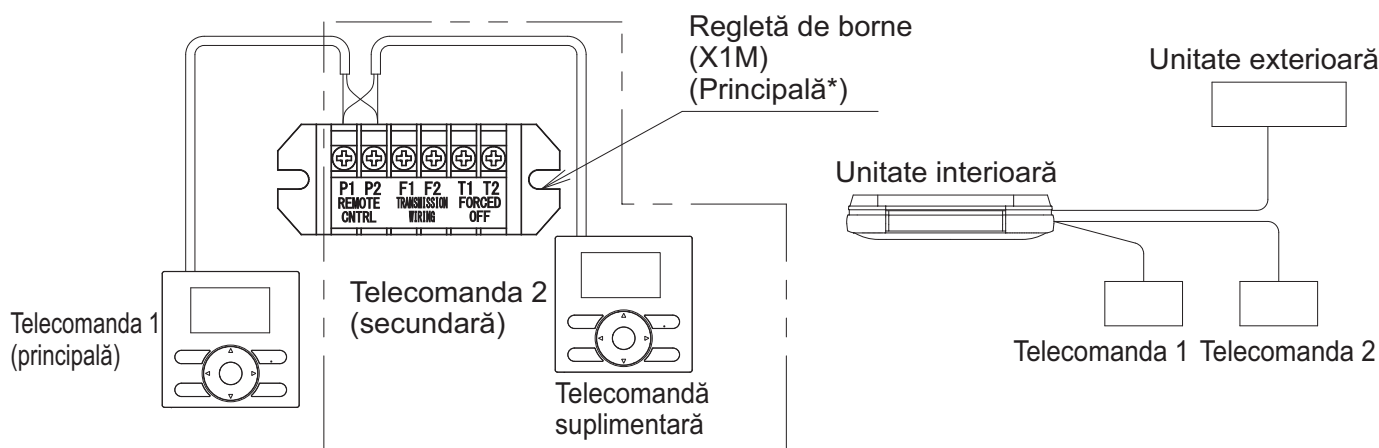

Fig. 46
(1) Scoateți capacul cutiei de comandă în conformitate cu "**8-3 METODA DE CONECTARE A CABLAJULUI**".
(2) Instalați cablajul suplimentar de la telecomanda 2 (secundară) la bornele (P1•P2) pentru cablajul telecomenzii de pe regleta de conexiuni (X1M) din cutia de comandă. (Nu există polaritate.) (**Consultați Fig. 46**)